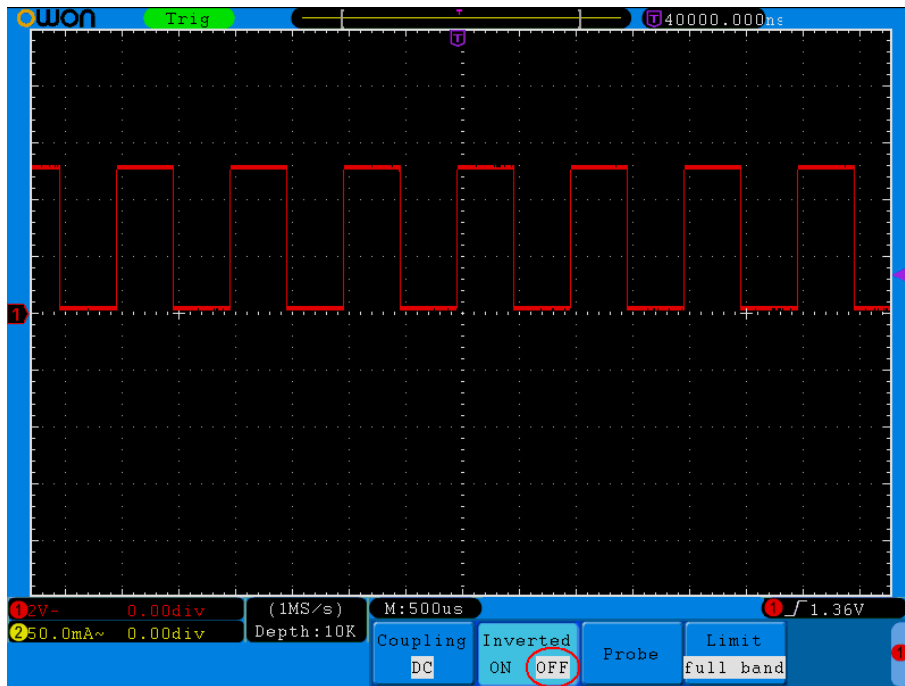

Рисунок 5-6. Исходная осциллограмма
- (3) Снова нажмите H2 и задайте Inverted = OFF. Восстановится исходная осциллограмма (рисунок 5-6).